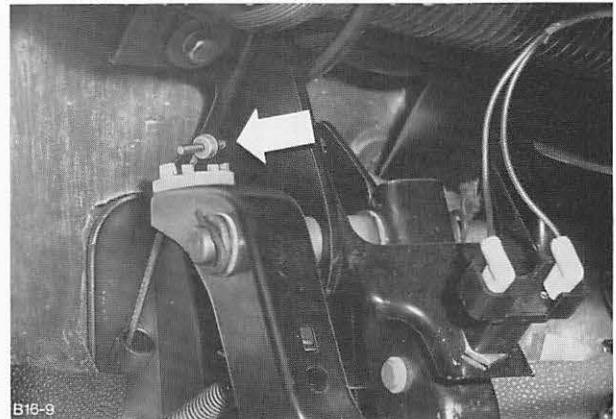

Abb. 22 Haltebolzen – Kupplungsseil
2. Kupplungsseil unten an der Einstellung zurückstellen, am Pedal vorziehen und Haltebolzen aus der Aufnahme herausnehmen. Abb. 22.